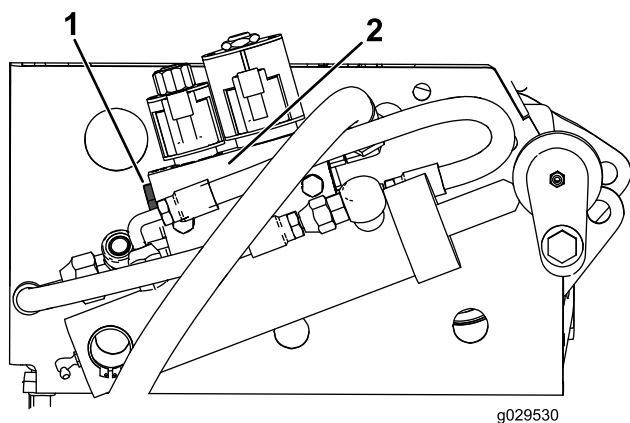

Figura 18
5. En el bastidor derecho, localice el conjunto de válvulas de elevación de la carcasa (Figura 18).
6. Retire el tapón del lado izquierdo de la válvula (Figura 18).